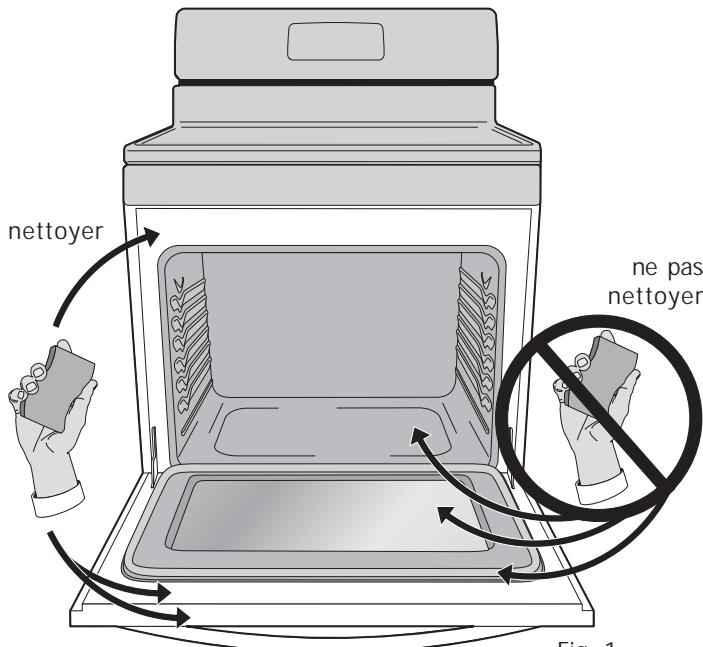

Fig. 1
- Nettoyez toutes les saletés sur le cadre extérieur de la cuisinière, le revêtement de la porte autour du joint et la petite surface située au centre, vers l'avant, sur la sole du four. Nettoyez à l'eau et au savon avant de lancer le programme d'autonettoyage. Ces zones (fig. 1) chauffent suffisamment pour que la saleté y brûle.
- **Ne nettoyez pas le joint de la porte** (fig. 1). N'utilisez aucun produit de nettoyage sur le joint de la porte. Cela pourrait endommager le joint de la porte. Ce joint tissé est essentiel à la bonne étanchéité du four. Prenez soin de ne pas frotter, endommager ni retirer le joint.